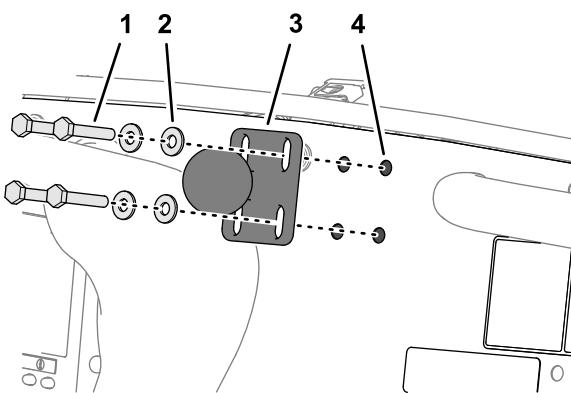

Рисунок 135
1. Установите опору шарового шарнира на приборную панель при помощи 4 болтов с фланцевыми головками ($\frac{1}{4} \times 1\frac{1}{2}$ дюйма), усиливающей пластины и фланцевой контргайки ($\frac{1}{4}$ дюйма), как показано на Рисунок 135.